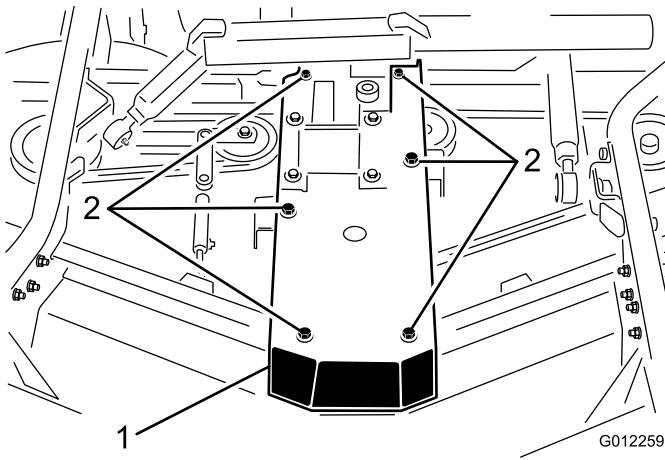

Figura 23
- Retire los tornillos de caperuza y las tuercas que sujetan la placa de la caja de engranajes a las acanaladuras de la carcasa (Figura 23). Retire la tapa de la caja de engranajes de la caja de engranajes y colóquelo sobre la carcasa.